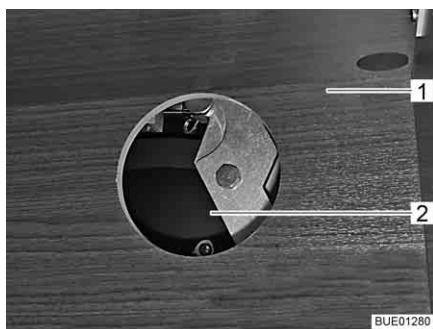

Fig. 119 Acesso ao acionamento
- Dependendo do modelo, abra o alcapão no armário suspenso (Fig. 119,1) e retire a tampa da abertura de acesso (Fig. 119,2).